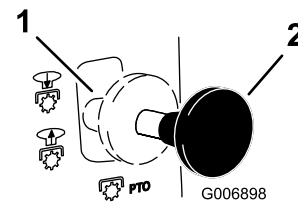

Figure 7
2. Tirez la commande de lame (PDF) en position "Engagée" (Figure 7).
2. Poussez la commande de lame (PDF) en position "Désengagée" (Figure 7).
3. Poussez la commande de lame (PDF) en position "Désengagée" (Figure 7).